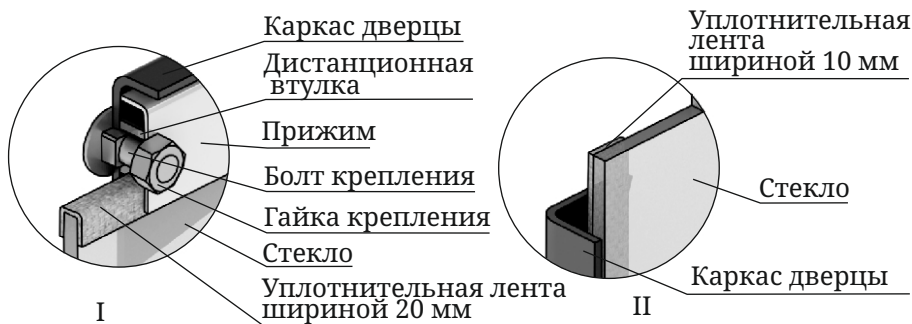

Рисунок 7. Крепление светорозрачного экрана дверцы «Люмина»
1. Отверните две гайки, фиксирующие прижим (рисунок 7.I), демонтируйте его и дистанционные втулки.
3. Возьмите новое стекло. Если на нем нет уплотнительных лент, наклейте их, лента шириной 20 мм наклеивается сверху и снизу стекла «П» — образно (рисунок 7.I), лента шириной 10 мм наклеивается вертикально, вдоль боковых сторон стекла (рисунок 7.II).
4. Вставьте стекло в упор, при этом лента, наклеенная с боковых сторон (вертикальная) должна быть зажата между стеклом и каркасом дверцы (рисунок 7.II).